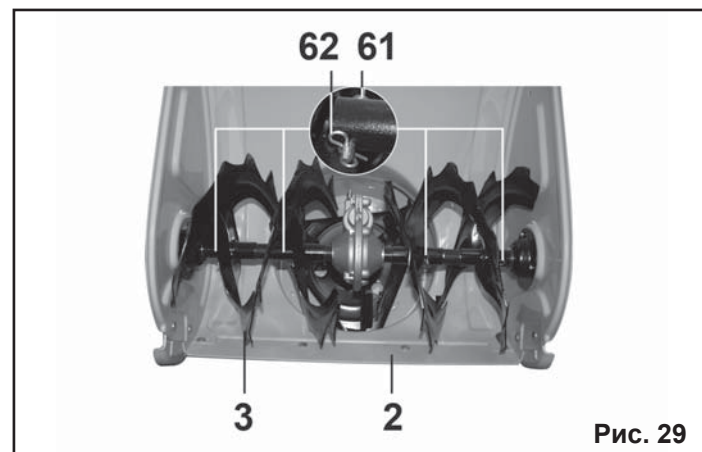

Рис. 29
9.10. Замена срезных штифтов (Рис.29).